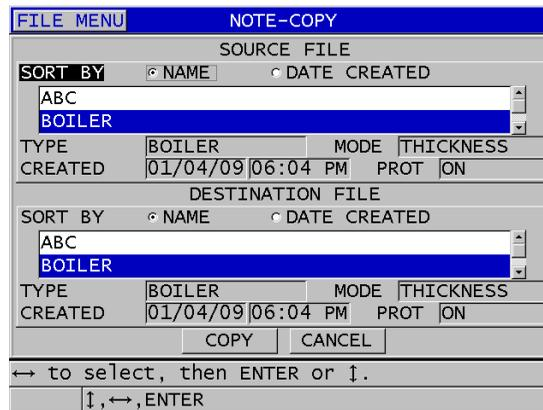

Abbildung 11-25 Kopie der Notiztabelle von einer Datei zu einer anderen
3. Im Fenster **NOTIZ-KOPIE** (siehe Abbildung 11-25 auf Seite 221):